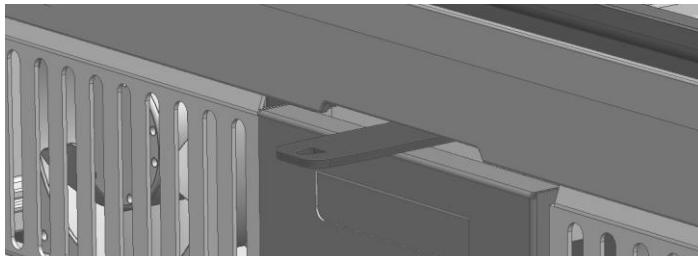
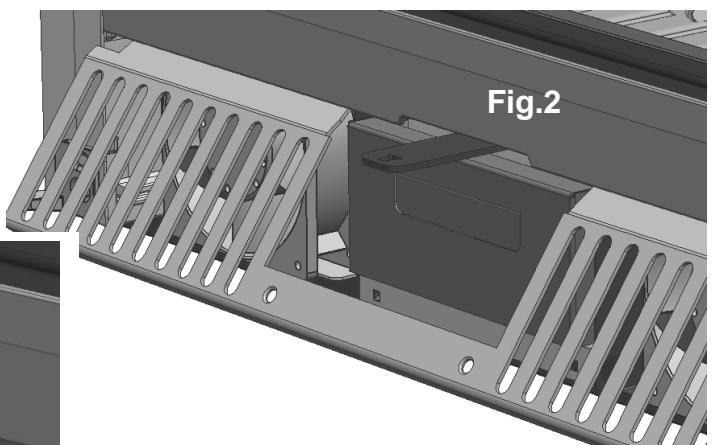

Fig.1
Fig.2
1. Desserez la grille frontale en dévissant les deux vis de la partie inférieure (Fig.1 et Fig.2).